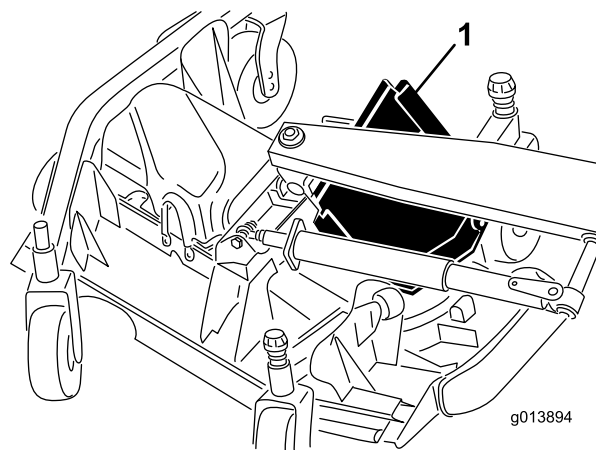

Figure 79
6. Soulevez le bord avant et guidez-le entre le bras de levage et le galet pour le déposer (Figure 79).